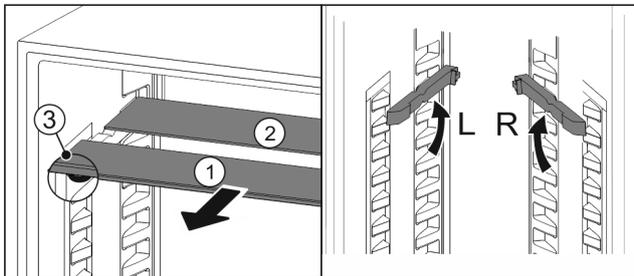

Fig. 98
- ▶ 将玻璃隔板逐个向前拉出 Fig. 98 (1)。
- ▶ 带装饰条的玻璃隔板 Fig. 98 (1)在前。
- ▶ 阻挡装置 Fig. 98 (3)指向下方。